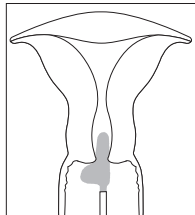

Fig. 1
3. Segurando a FLOQSwabs® pela haste, inserir a ponta da zaragatoa (a secção longa do L) dentro do canal cervical, deixando de fora a parte mais larga da zaragatoa (a secção curta do L). Ver Fig. 1